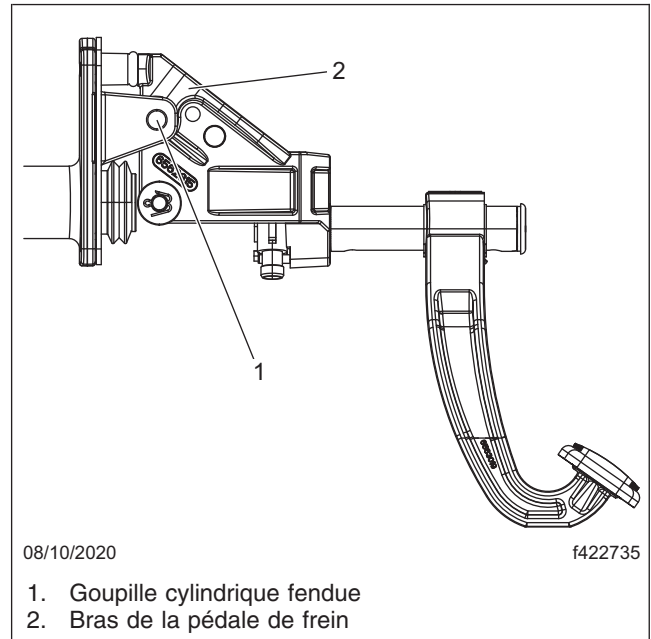

Fig. 8, Installation du nouveau bras de pédale de frein
11. Installez le nouveau bras de pédale de frein, puis insérez avec précaution une nouvelle goupille cylindrique fendue du côté conducteur de l'ensemble de la plaque de fixation de la pédale. Reportez-vous à la **Figure 8**.
15. Installez le nouveau bras de pédale de frein, puis insérez avec précaution une nouvelle goupille cylindrique fendue du côté conducteur de l'ensemble de la plaque de fixation de la pédale. Reportez-vous à la **Figure 8**.